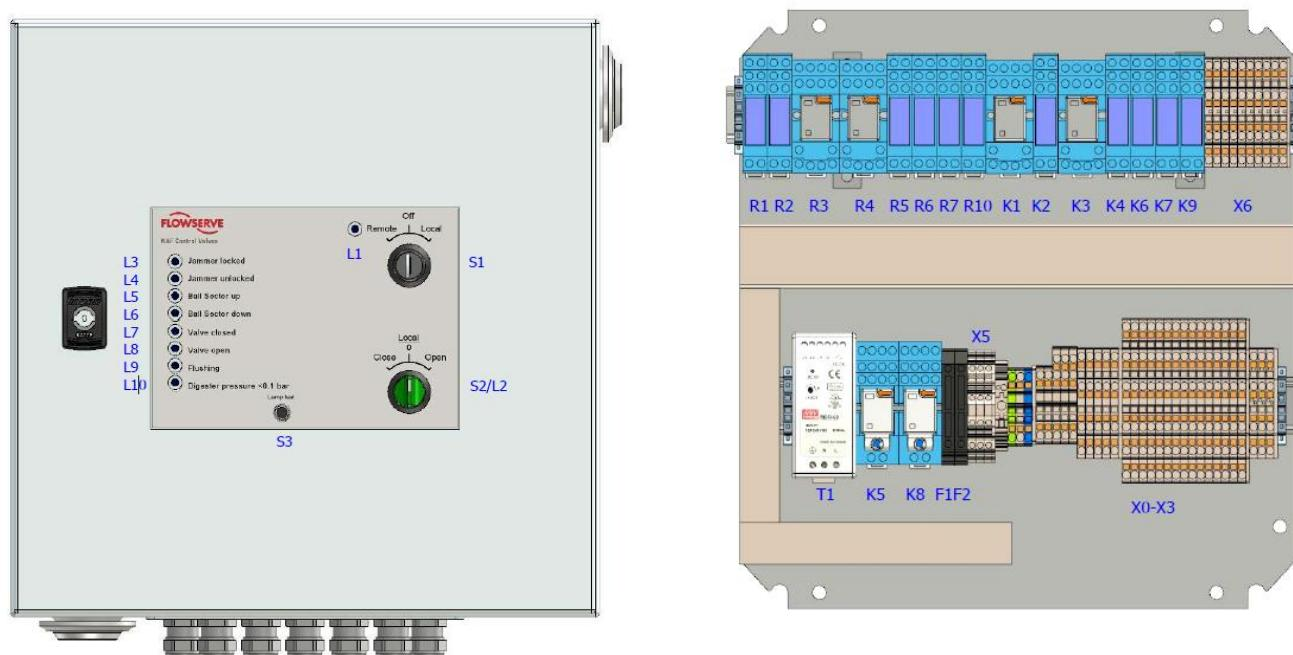

Abbildung 8: Lokale Steuerungseinheit
Die lokale Steuerungseinheit (siehe Abbildung 8) vereinfacht die Installation erheblich und automatisiert den Arbeitsablauf (siehe Abschnitt 6.1) des ProCap-Ventils. Sie bietet dem Benutzer auch die Möglichkeit, eine schrittweise Auf-/Zu-Sequenz des Ventils auszuführen und eine Rückmeldung an ein unabhängiges Sicherheitssystem zu erhalten.
Die Tür der lokalen Steuerungseinheit ist mit 9 LED, einer Taste „Lamp test“ (Lampentest), einem beweglichen Knopf und einem Schlüsselschlitz ausgestattet. Siehe Abbildung 8. Die lokale Steuerungseinheit ist zusätzlich mit vier Montagebügeln für die Wandmontage ausgestattet.
Die lokale Steuerungseinheit enthält auch zwei einstellbare Relais (siehe Abbildung 8):
**Hinweis:** Wenn das Spülsystem nicht verwendet wird: Verschieben Sie die Steckbrücken am Klemmenabschnitt 5. Stecken Sie die Steckbrücke zwischen 1 und 2 um, um stattdessen 2 und 3 zu verbinden. Stecken Sie die Steckbrücke zwischen 4 und 5 um, um stattdessen 5 und 6 zu verbinden (siehe Abbildung 8).
**Hinweis:** Wenn das Spülsystem nicht verwendet wird: Stecken Sie die Steckbrücken am Klemmenblock-Abschnitt 5 um. Stecken Sie die Steckbrücke zwischen 1 und 2 um, um stattdessen 2 und 3 zu verbinden. Stecken Sie die Steckbrücke zwischen 4 und 5 um, um stattdessen 5 und 6 zu verbinden (siehe Abbildung 8).